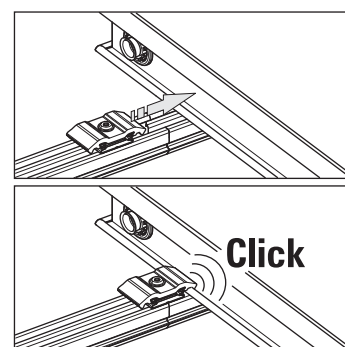

Fig. 3-26 Posizionare la basetta di bloccaggio doppia
3. Spingere le basette di bloccaggio doppie sul collettore piano montato per ultimo, fino a innestare il profilo di bloccaggio nel profilo del telaio del collettore (fig. 3-26).